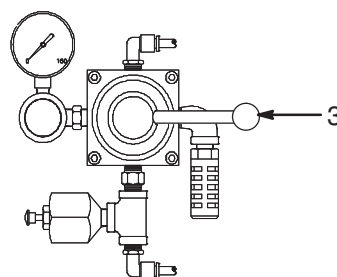

Fig. 4
- g. Se servir de la vanne manuelle (3) située sur la régulation d'air de la pompe pour mettre la pompe en position OFF (neutre) (Fig. 4).